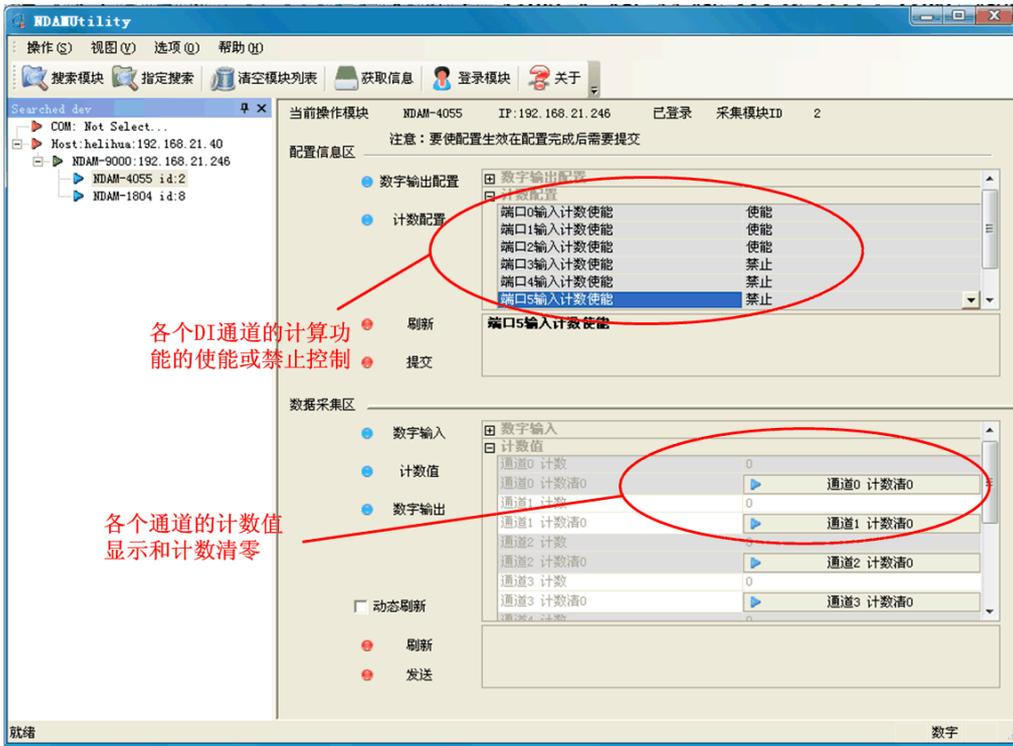

图 4.8 DI 的计数功能
⑧ 新版的 NDAM-4055 的 DI 通道增加了计数功能，在计数配置中可以使能或禁用每个 DI 通道的计数功能，数据采集区中的“计数值”显示各个通道的计数值并且每个通道可以独立计数清零，如图 4.8 所示。